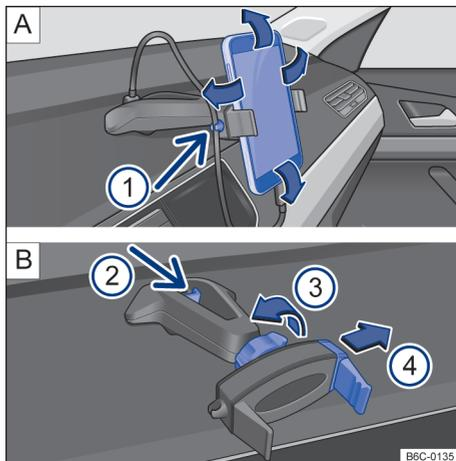

Fig. 171 No console central: suporte para telefone celular e ajustes.
- Segurar o suporte com uma mão e pressionar o botão de destravamento → Fig. 171 B ② (seta).
- Com a haste → Fig. 171 B ④ deslocar no sentido da seta, e instalar o telefone celular no alojamento.
- Com a outra mão deslocar a haste → Fig. 171 **B** ④ até que seja possível remover o aparelho do alojamento.
- Colocar o cabo USB na entrada carregador USB do suporte existente no painel de instrumentos → Fig. 171 **A**.
- Prender o cabo no suporte → Fig. 171 **A** ①.
- Para liberar o movimento do suporte, girar a trava → Fig. 171 **B** ③ no sentido contrário da seta.
- Para fixar a posição, girar a trava no sentido da seta ③ → Fig. 171 **B** até a fixação total do suporte.
O suporte para telefone celular tem garantia de 3 anos, com exceção da haste deslizante (garra) → Fig. 171   que tem garantia de **1 ano**.